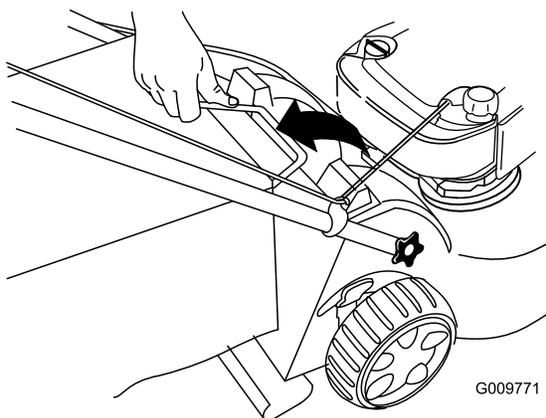

Figura 31
2. Sollevare la maniglia del cesto di raccolta estraendola dalle scanalature presenti sulla parte superiore della macchina e staccare il cesto dalla macchina (Figura 31).